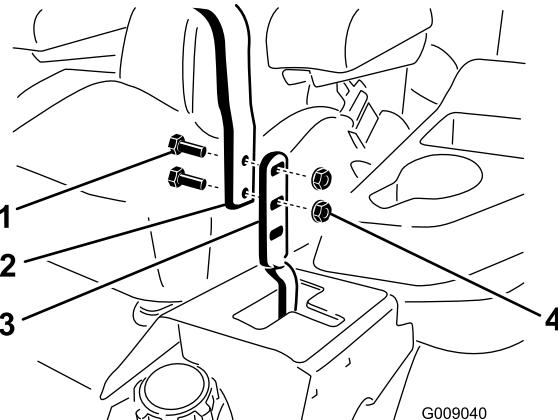

Figure 78
3. Desserrez les boulons et les écrous à embase situés dans les leviers (Figure 78).